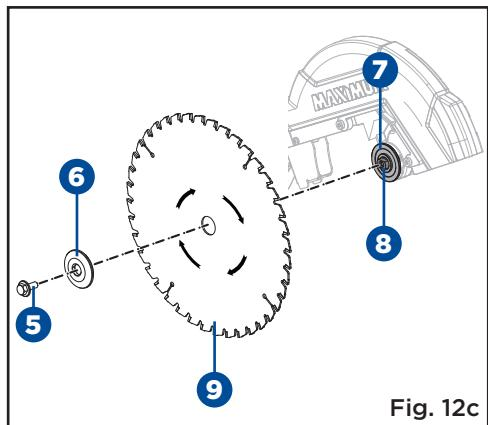

Fig. 12c
- Desserrez le boulon de l'arbre (5) à l'aide de la clé (fournie). Retirez le boulon de l'arbre (5) et le flasque extérieur (6) (Fig. 12c).